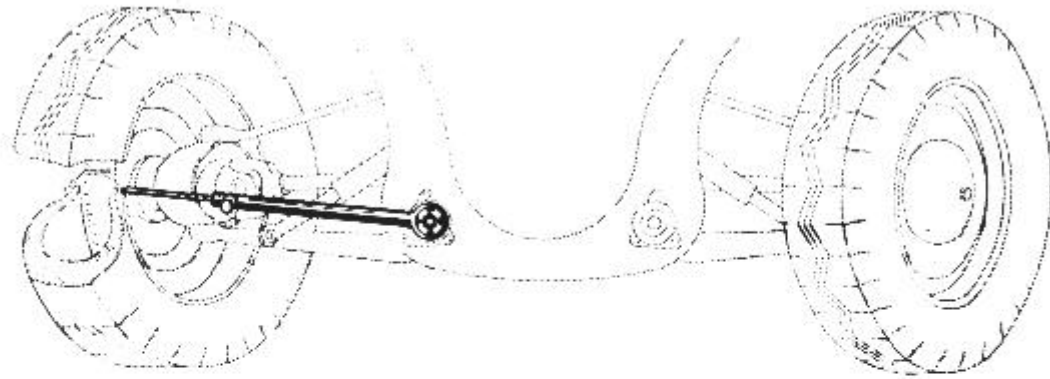

Fig. 2 _ PIGE DE BRAQUAGE
- Déposer le moyeu de volant, de l'arbre de commande de direction, (utiliser l'arrache-volant 1950-T, muni des coquilles 1951-T, voir PL.93, fig.2)